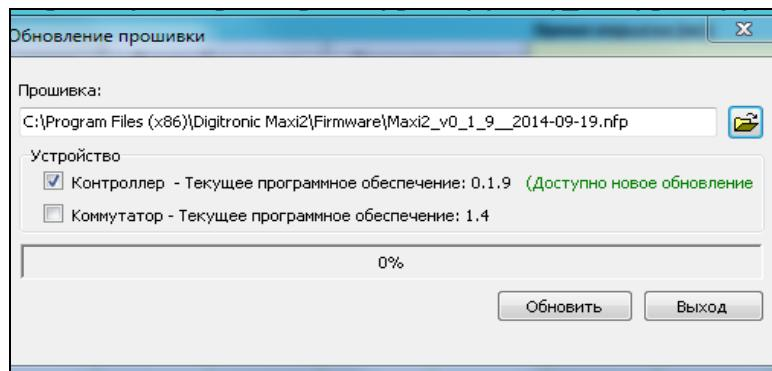

Рис. 9 Окно обновление прошивки.
- Для активации процесса обновления после выбора файла нажмите на кнопку «Обновить» (рис. 9). Доступная новая версия прошивки отображается в окне “Обновление прошивки” сообщением: “Доступно новое обновление”.